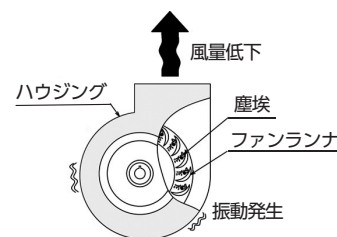

図 3-4 塵埃による現象
- ファン内部に異物の混入や塵埃の付着が無いか確認してください。塵埃が堆積しますと、風量の低下、アンバランスによる振動の発生の原因になります。(図 3-4 参照)